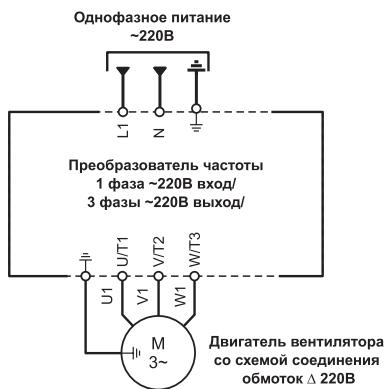

Рисунок 3
11.3 Допускается вентиляторы с двигателями на номинальное напряжение Δ/Y 220/380В подключать к однофазной сети с переменным напряжением 220В только через однофазный преобразователь частоты с выходом три фазы по 220В переменного тока, предварительно переключив схему соединения обмоток двигателя в треугольник Δ 220В (см. рисунок 3), в противном случае двигатель может выйти из строя.